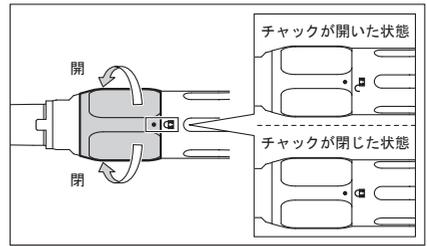

図 5
- 1) チャック開閉リングを""の方向に「カチッ」と音がするまで回します(図5)。
警告 ・切削バーを固定した後、●印と""印があることを確認してください(図5)。●印と""印がずれた位置で回転させるとハンドピースが発熱し、火傷をすることがあります。